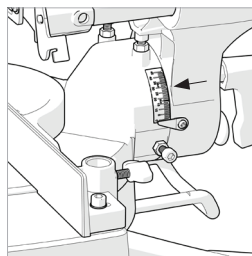

Fig. 34
- Incline el cabezal de corte hasta el ángulo requerido. Se facilita una escala graduada con fines de asistencia para el ajuste. (**Fig. 34**).